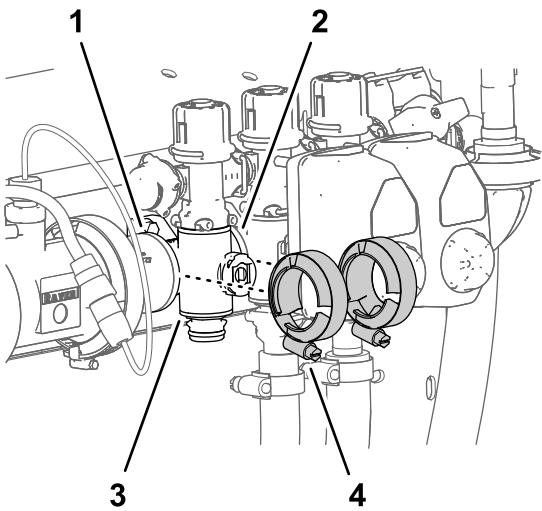

Figura 113
- Retire las 2 bridas de fijación que sujetan el distribuidor de sección a la brida de los componentes adyacentes (Figura 113).